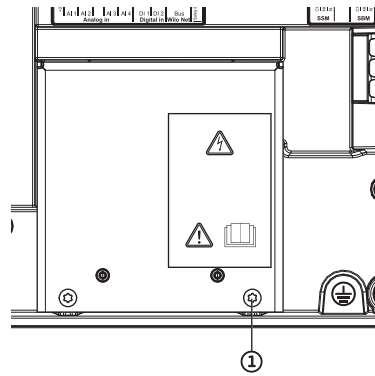

Fig. 114: Elektromagneticky kompatibilní ochranný plech
4. Povolte šrouby ochranného plechu (Fig. 114, poz. 1), který splňuje elektromagnetickou kompatibilitu, a ochranný plech sejměte.